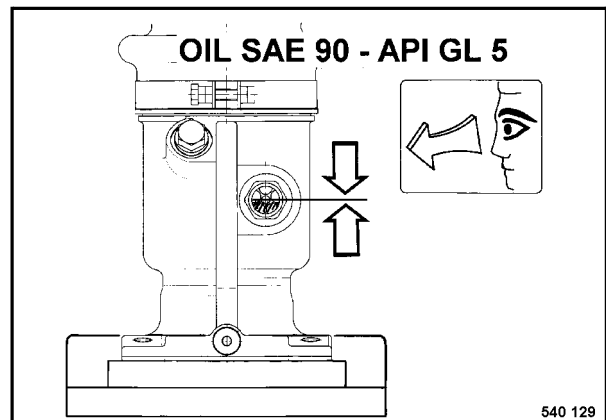

Fig. 2
- Limpiar el cristal de observación (Fig. 2).